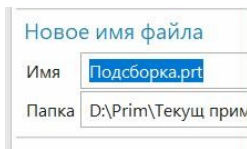
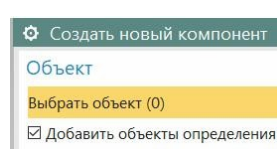

рис.82
рис.83
- После ОК в окне рис.82 система предоставит окно рис.83. В этом окне просто кликните по кнопке ОК.